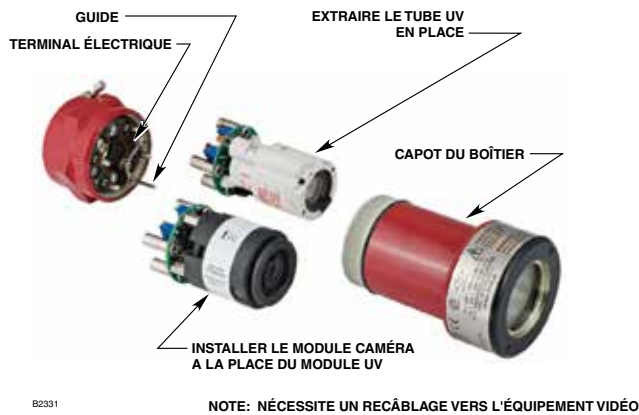

Figure 8—Conversion du Détecteur de Flamme C7050 en Caméra X7050
2. Démontez le boîtier en tournant le capot dans le sens contraire des aiguilles d'une montre. Voir la Figure 8 pour une illustration de l'assemblage de la Caméra xWatch.